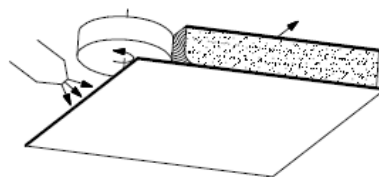

Рисунок 10
**ТЕХНОЛОГИЧЕСКАЯ ОПЕРАЦИЯ 3:** На втором участке проходной линии при помощи клеевых роликов и/или форсунок на плиту-основу и свес пластика, оставшийся после его приклеивания на плоскость плиты, равномерно наносится специальный клей ПВА. Для последующего качественного приклеивания крайне важно, чтобы клей наносился равномерно и на поверхности обеих деталей. (см. рис. 10).